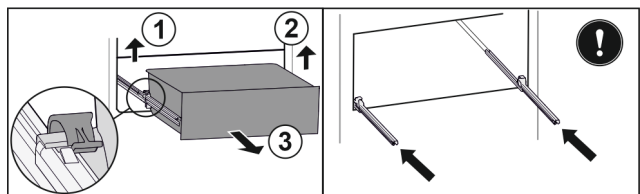

Fig. 133
- ▶ Приподнимите левый зажим и одновременно вытяните движением вперед выдвижной ящик слева. Fig. 133 (1)
- ▶ Приподнимите правый зажим и одновременно вытяните движением вперед выдвижной ящик справа. Fig. 133 (2)
- ▶ Извлеките выдвижной ящик движением вперед. Fig. 133 (3)